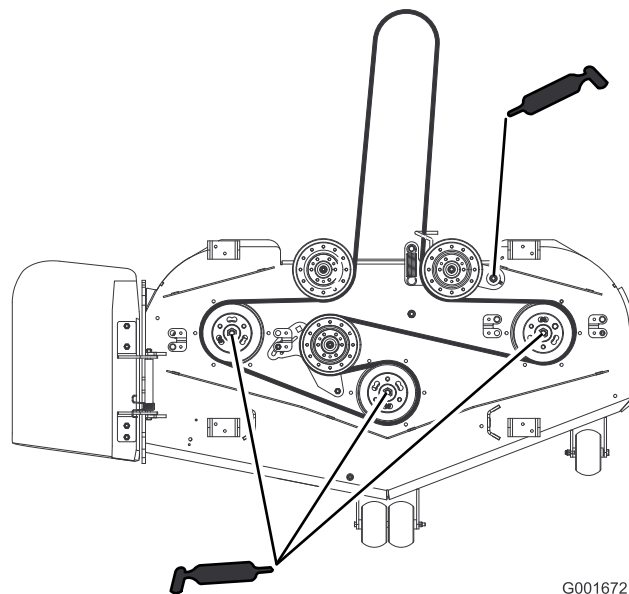

Figura 31
4. Ingrassate i tre cuscinetti del mandrino sotto le pulegge finché il grasso non fuoriesce dalle tenute inferiori (Figura 31).
5. Ingrassate il braccio di rinvio della cinghia, sulla scocca del tosaerba (Figura 31).